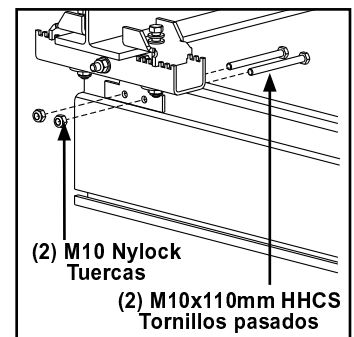

Figura 3-38
- Paso 3. Instale dos (2) M10 x 110 mm HHCS con tuerca Nylock M10. Apriete hasta que tornillos asienten + ¼ de vuelta. No apretar de más, puede doblar el soporte. Vea Figura 3-38.